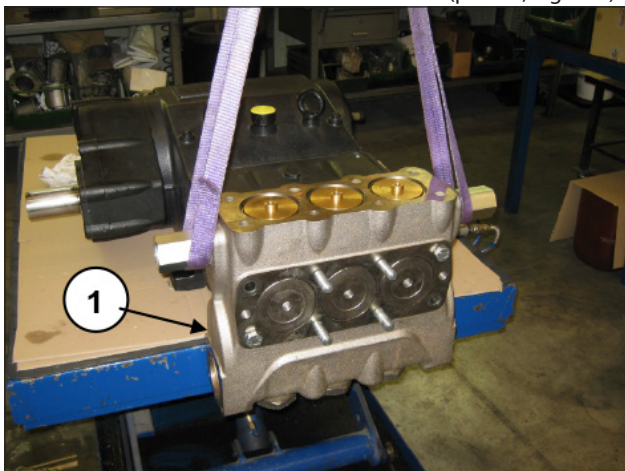

Fig. 109
Desmontar la cabeza del cárter de la bomba (pos. ①, Fig. 109).